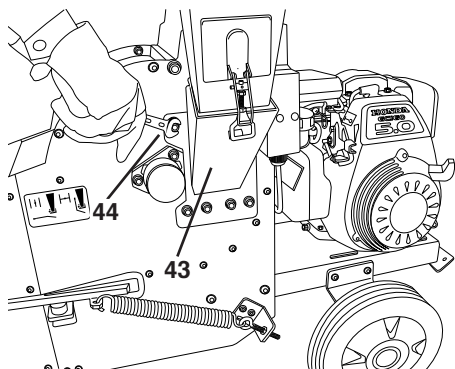

Figure 37
- Après avoir remplacé les marteaux sur les trois axes de marteau, revisser la trémie latérale (43) avec les 4 écrous hexagonaux (44) extérieurs (voir « Figure 37 »).
- Une fois le couteau remplacé, revisser la trémie latérale (voir « Figure 37 »).
- Retirer la trémie latérale (43) en desserrant les 4 écrous hexagonaux (SW 13) (voir « Figure 37 », page 14).
- Une fois le contre-couteau remplacé, revisser la trémie latérale (voir « Figure 37 », page 14).